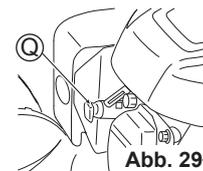

Abb. 29
1. Entfernen Sie die Zündkerzenkappe (Q). (Siehe Abb. 29)